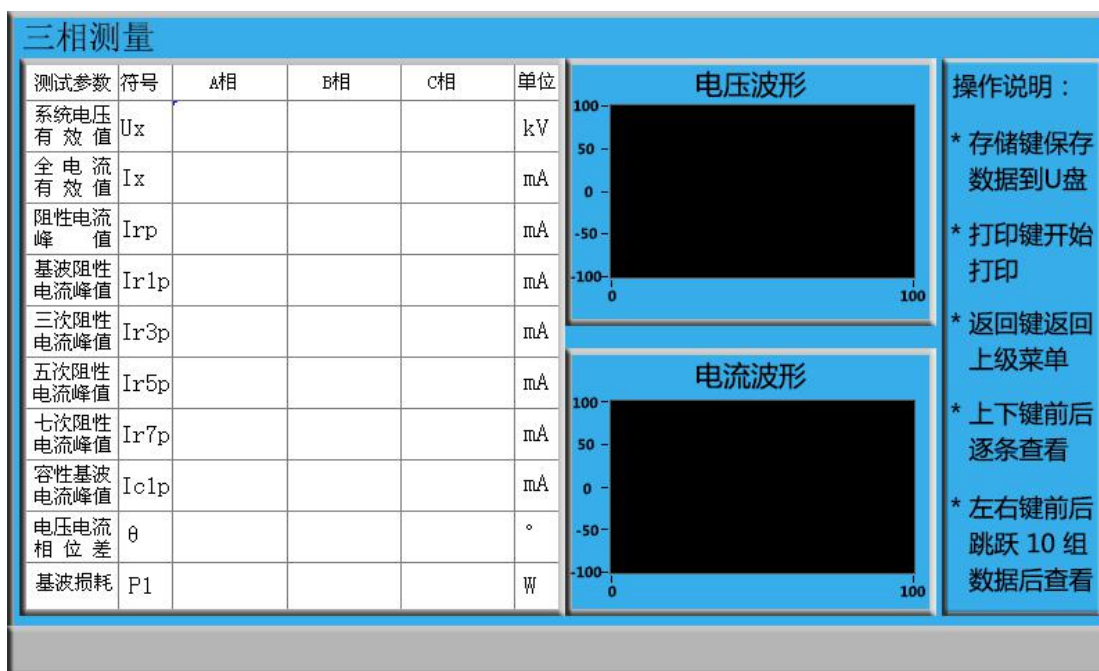

图 11
在图 3 界面，按“选择或返回键”移动“选择块”选择“数据浏览”功能按钮后，再按“确认键”进入数据浏览显示界面，如图 11；
3、**数据浏览**：用于查看测试数据，如下图 11 所示：